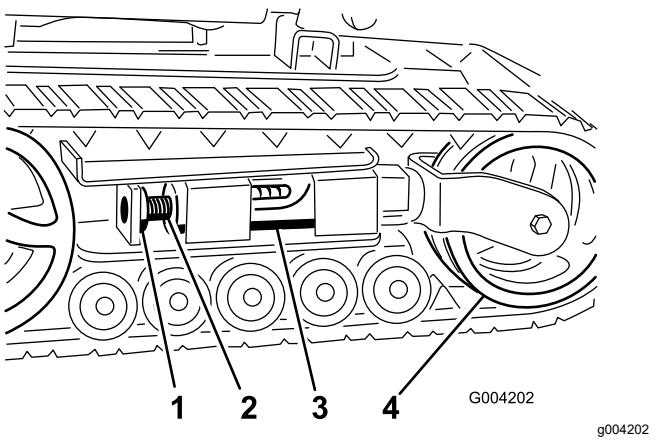
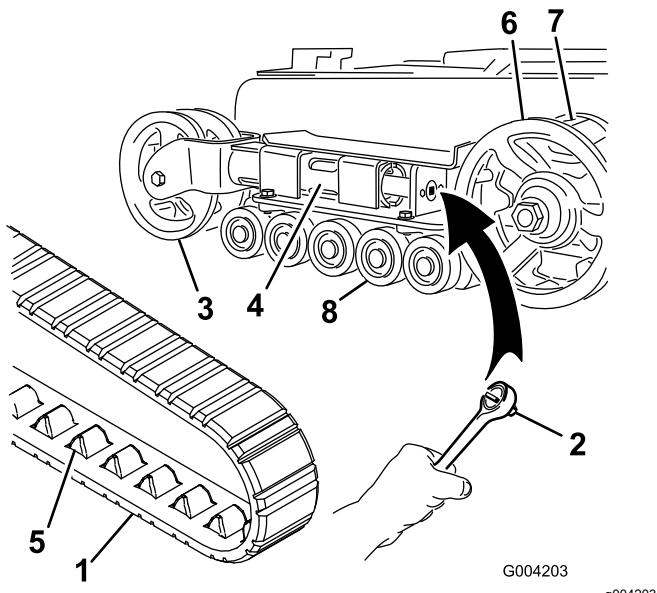
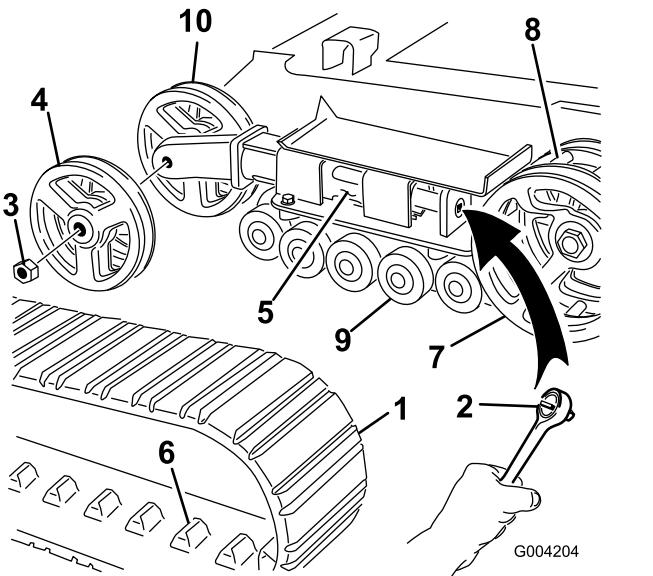

Figura 45
Figura 46
Figura 47
4. Togliete il bullone di bloccaggio e il dado (**Figura 45**).
6. Allineare l'intaglio più vicino della vite di tensione al foro del bullone di bloccaggio e fissare la vite con il bullone di bloccaggio e il dado (Figura 45).
Nota: Avete cingoli a larghezza ridotta se le ruote di tensione anteriori sono montate all'interno di una forcella all'estremità del tubo di tensione (Figura 46).
4. Togliete il bullone di bloccaggio e il dado (Figura 45).
5. Utilizzando un cricchetto di trasmissione da $\frac{1}{2}$ ", rilasciate la tensione di trasmissione ruotando la vite di tensione in senso orario (Figura 45 e Figura 46).
6. Spingere la ruota di tensione verso il retro dell'unità in modo da spostare il tubo di tensione contro il telaio (Figura 46). Se non riesce a toccare il telaio, continuate a girare la vite di tensione fino ad ottenere il contatto.
8. Quando il cingolo è staccato dalla ruota di tensione, rimuovetelo dai denti di trasmissione e dalle ruote non motrici (Figura 46).
9. Avvolgete il nuovo cingolo iniziando dalla ruota conduttrice e controllando che i denti del cingolo si alloggino tra i distanziali della ruota stessa (Figura 46).
10. Spingere il cingolo sotto e tra le ruote non motrici (Figura 46).
Nota: Avete cingoli a larghezza ridotta se le ruote di tensione anteriori sono montate sui lati dell'estremità del tubo di tensione (Figura 47).
- Togliete il bullone di bloccaggio e il dado (Figura 45).
- Utilizzando un cricchetto di trasmissione da $\frac{1}{2}$ ", rilasciate la tensione di trasmissione ruotando la vite di tensione in senso orario (Figura 45 e Figura 47).
- Spingere la ruota di tensione verso il retro dell'unità in modo da spostare il tubo di tensione contro il telaio (Figura 47).
- Togliere il dado di fissaggio della ruota di tensione esterna e rimuovere la ruota (Figura 47).
- Togliere il cingolo (Figura 47).
- Togliere il dado di fissaggio della ruota di tensione interna e rimuovere la ruota (Figura 47).
- Montare la ruota di tensione interna e fissarla con il dado tolto in precedenza (Figura 47).
- Montare il nuovo cingolo, accertandosi che gli attacchi del cingolo si inseriscano tra i denti al centro della ruota conduttrice (Figura 47).
- Montare la ruota di tensione esterna e fissarla con il dado tolto in precedenza (Figura 47).
6. Collocare il tappo ingrassato della ruota non motrice sulla testa del bullone (Figura 46).
7. Fissare il tappo della ruota con l'anello elastico (Figura 46).